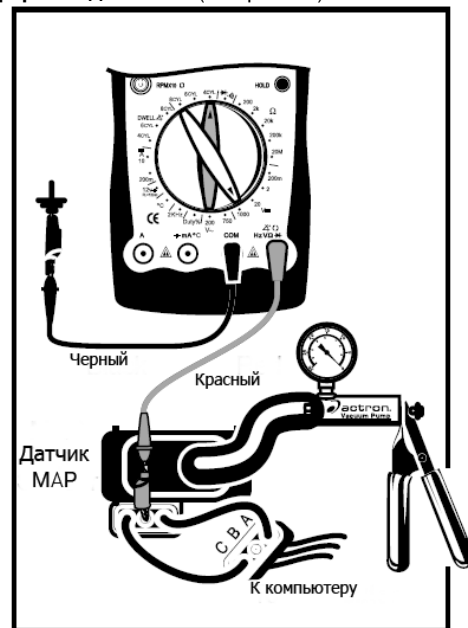

Рис. 24
- (1) Аналогично описанию измерения сопротивлений.
- (2) Подключите красный и черный тестовые щупы мультиметра соответственно к сигнальной клемме и клемме заземления. значение обычно должно быть между 3В и 5В. Обратитесь к различным автомобильным сервисным руководствам для определения положения и сопротивления датчиков
4. Датчик абсолютного давления в коллекторе (MAP) и атмосферного давления (См. рис. 24)
- Для примера возьмем 4 цилиндра. Подключите черный тестовый щуп мультиметра к клемме заземления, а красный тестовый щуп как показано на рис. 24.